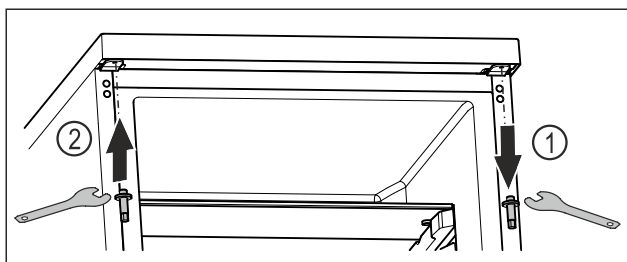

Fig. 15
- Skruva ur övre bult med utvändig sexkantsnyckel. Fig. 15 (1)
- Skruva fast bult på motsatta sidan med utvändig sexkantsnyckel. Fig. 15 (2)